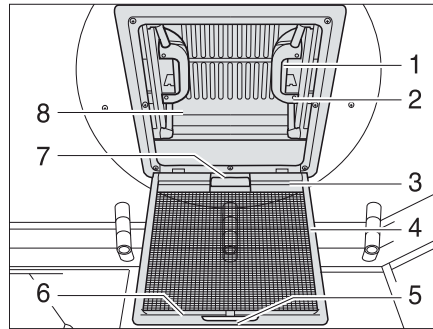

Fig. 45 Lanterneau à pousoirs
- Tirer sur la poignée (Fig. 45,5).
- Rabattre la moustiquaire (Fig. 45,4) vers le bas.
- Appuyer sur le verrou (Fig. 45,1) vers l'intérieur du lanterneau (Fig. 45,8). Pousser le lanterneau simultanément vers le haut par la poignée (Fig. 45,2).
- Faire basculer la moustiquaire (Fig. 45,4) vers le haut jusqu'à ce qu'elle s'enclenche.
- Tirer fortement le lanterneau (Fig. 45,8) vers le bas par les deux poignées (Fig. 45,2) jusqu'à ce que les deux verrous (Fig. 45,1) s'encliquettent.
- Tirer le store occultant par la poignée (Fig. 45,7) et accrocher la barre d'accrochage (Fig. 45,3) dans la barre de retenue (Fig. 45,6) de la moustiquaire.
- Détacher la barre d'accrochage (Fig. 45,3) de la barre de retenue (Fig. 45,6) et laisser revenir lentement le store occultant.